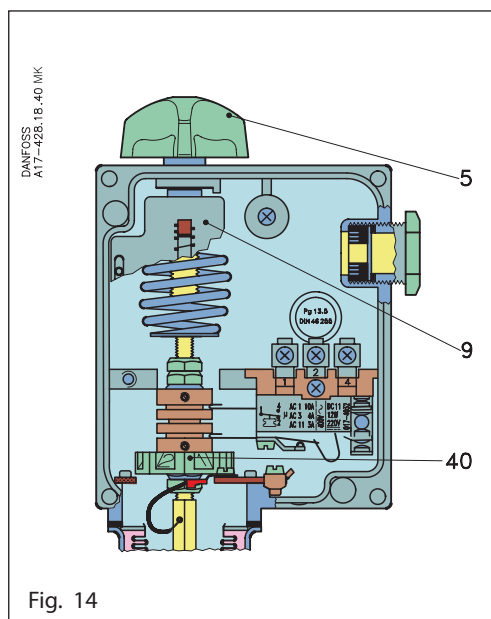
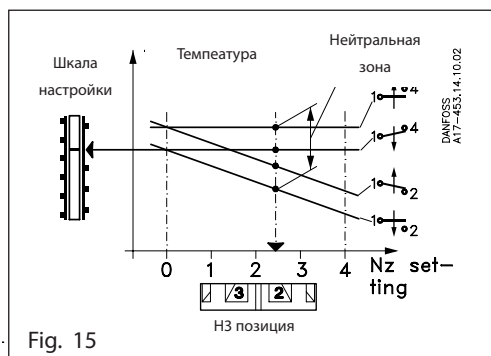

Fig. 14
Fig. 15
Området indstilles med indstillingsknappen (5) (fig. 14) med samtidig aflæsning på hovedskalaen (9). Den indstillede værdi er brydetemperaturen for kontakt 1-4, fig. 15. Den ønskede neutralzone søges i diagrammet for det pågældende apparat (fig. 16). På diagrammets nederste skala aflæses hvilken position neutralzonerullen (40) skal indstilles på.